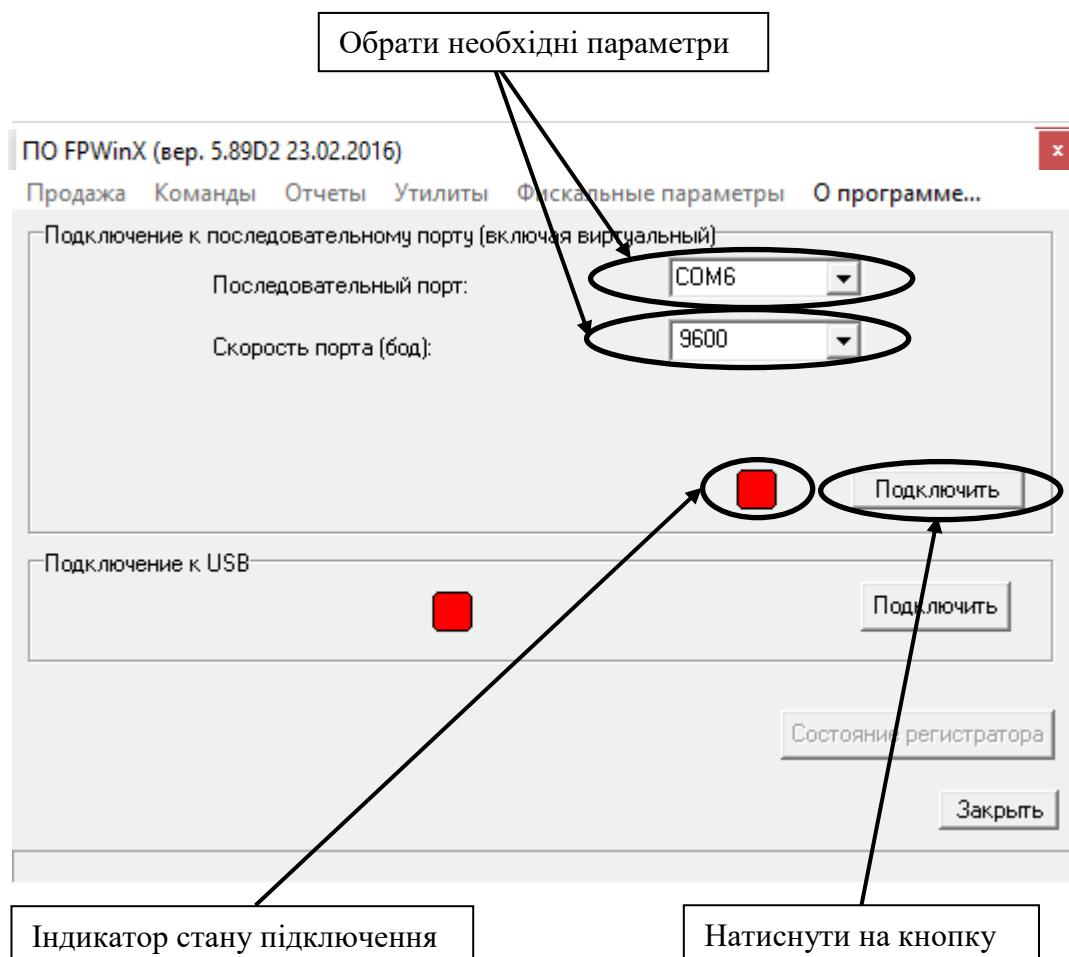

Рисунок 40
- у вікні програми «FPWinX.exe» індикатор стану підключення змінить колір на червоний (рисунок 40).
- запустити програму «FPWinX.exe». З'явиться вікно (рисунок 40).